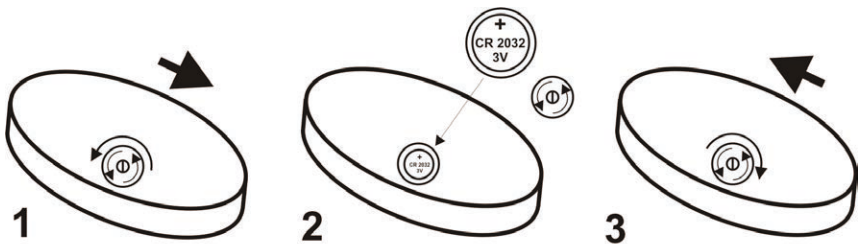

Fig. 3
- Insérer la pile fournie dans la télécommande. (fig.3)
Pour mettre en marche le ventilateur, vous pourrez le faire manuellement ou à l'aide de la télécommande. Vérifier auparavant, que la pile de la télécommande est bien positionnée (fig.3).